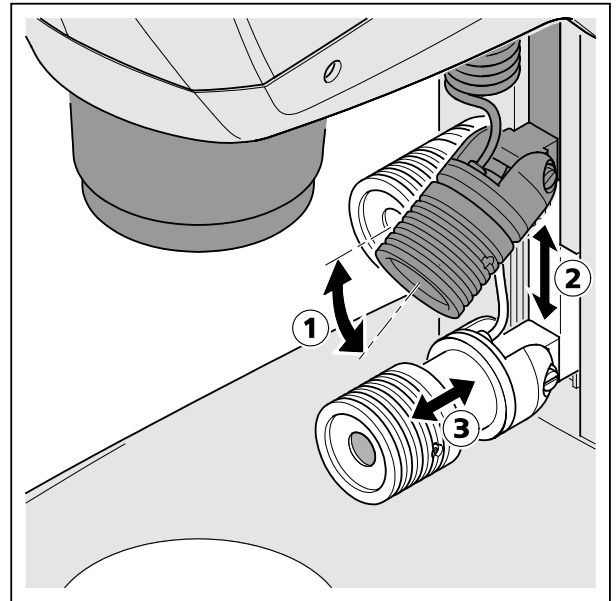

Fig. 21 Ajustar a lâmpada spot
- Deslocar a lâmpada spot, na sua guia, à altura desejada (Fig. 21/2).
- Ajustar o ângulo (Fig. 21/1), através da articulação da lâmpada spot, de maneira tal que o objeto seja iluminado ótimamente.
- Ajustar o tamanho e a luminosidade do spot (zoom de iluminação), deslocando axialmente a peça de focalização (Fig. 21/3).